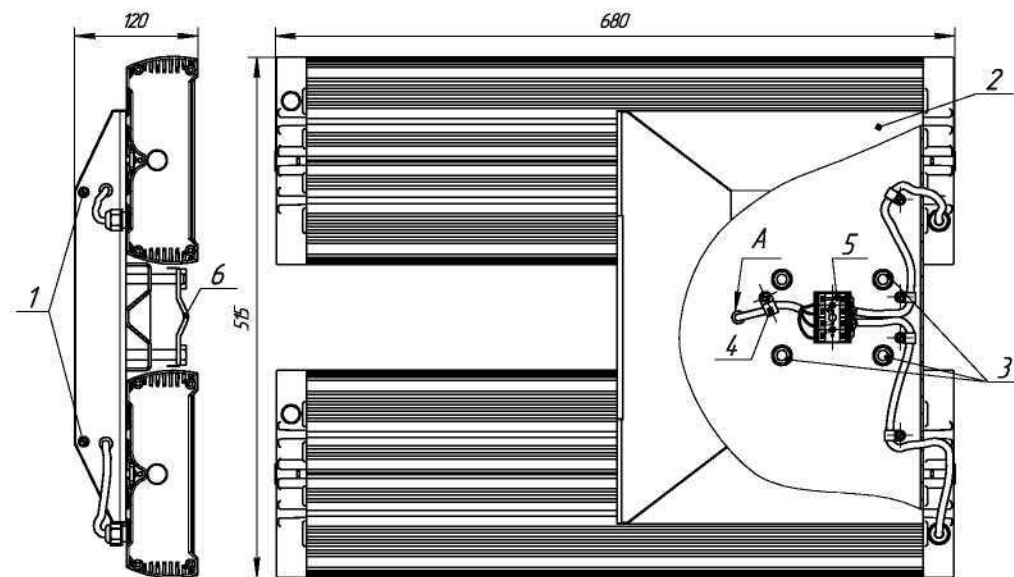

Рисунок 3
5.3 Вывернуть винты поз.1 и откинуть крышку крепления поз.2 (см. рисунок 3).